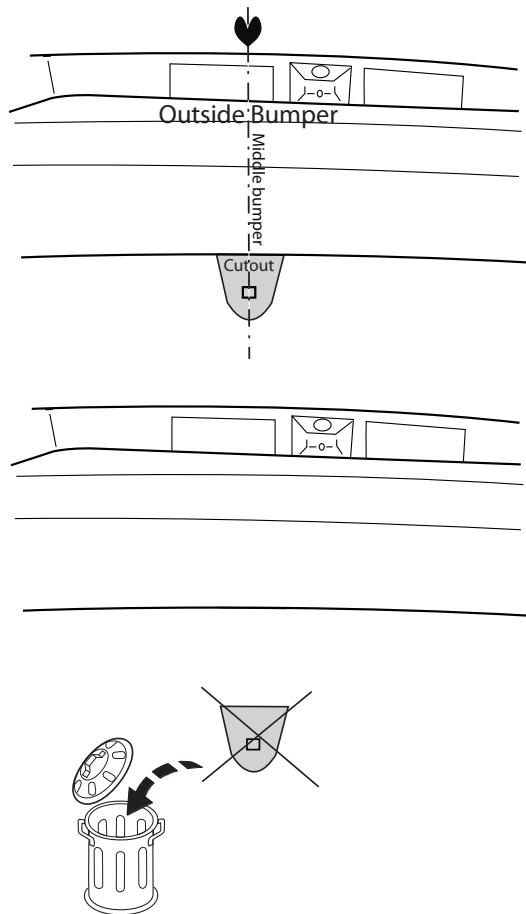

Fig. 2
4. **Если имеется/имеются:** Выпилить обозначенные части, как указано на рис. 2.